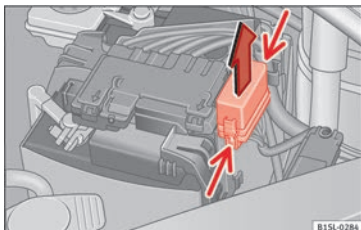

Abb. 83 Im Motorraum: Abdeckung des Sicherungskastens.
- Verriegelungstasten in Pfeilrichtung (schmale Pfeile) drücken, um die Abdeckung des Sicherungskastens zu entriegeln » **Abb. 83**.
① VORSICHT